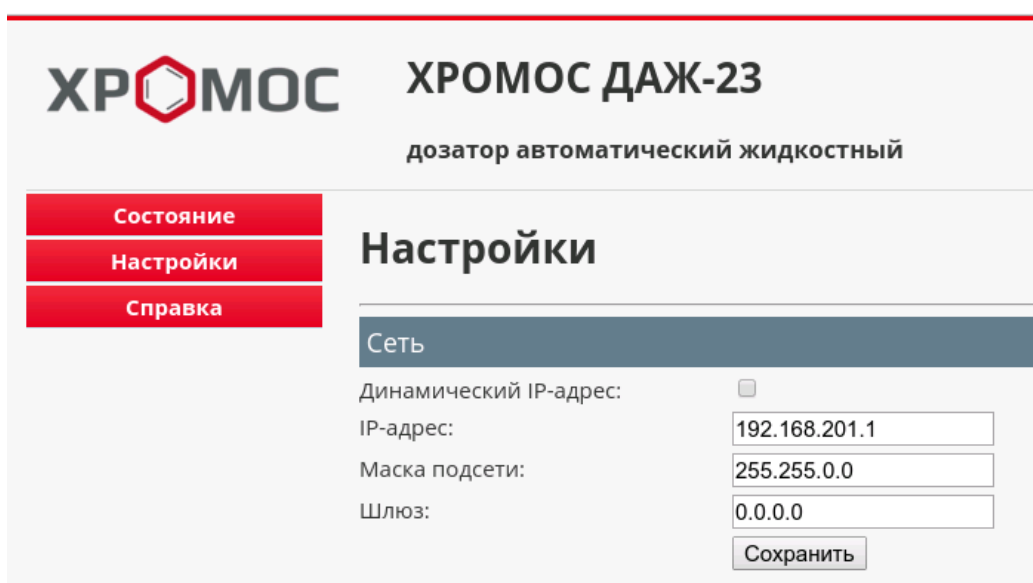

Рис. 23: Веб-интерфейс прибора
3. В веб-интерфейсе прибора (Рис. 23) выберите **Настройки**.